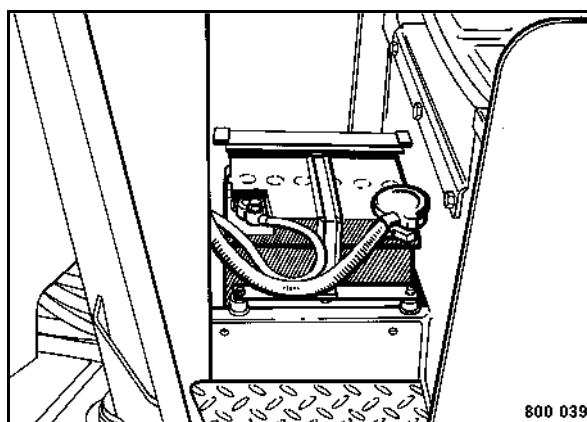

fig. 120
- Déposer la trappe au plancher (fig. 120).